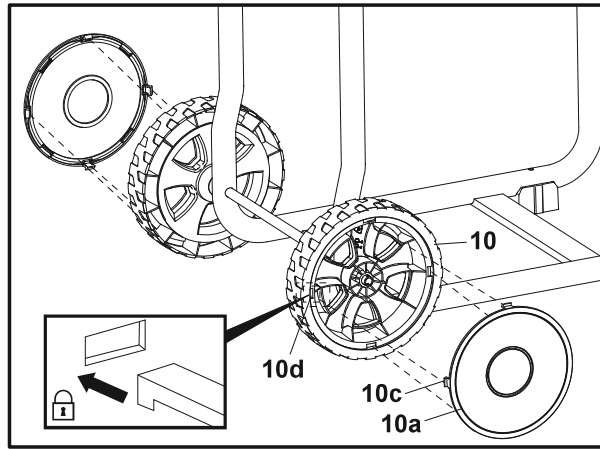

Fig. 3
6. Alinhe os quatro trincos (10c) com as ranhuras (10d) e fixe a cobertura (10a) na roda (10). Certifique-se de que os trincos (10c) encaixam na devida posição (Fig. 3).